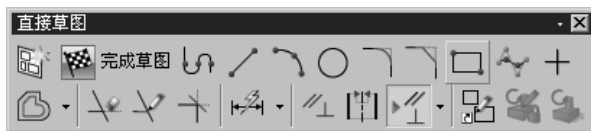

图 5.2.1 “直接草图”工具条
**Step 2** 选择下拉菜单 **插入(S)** → **草图(Sketch)** 命令，系统弹出“创建草图”对话框，选择 XY 平面为草图平面，单击对话框中的 **确定** 按钮，系统进入直接草图环境，此时可以使用屏幕下方的“直接草图”工具条（图 5.2.1）绘制草图。